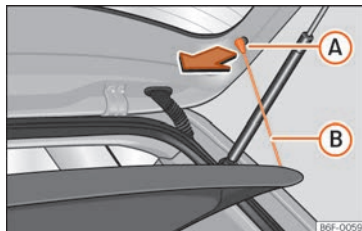

Abb. 142 Im Gepäckraum: Gepäckraumabdeckung aus- und einbauen.
- Hängen Sie die Haltebänder »» (Abb. 142) (B) aus den Aufnahmen (A) aus.
- Hängen Sie die Haltebänder »» (Abb. 142) (B) an der Heckklappe ein.